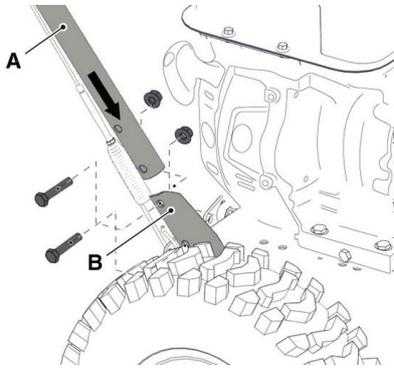

Abb. 3
2. Montieren Sie das Griffgestänge (A) an den Motorkorpus (B) (Abb. 3).